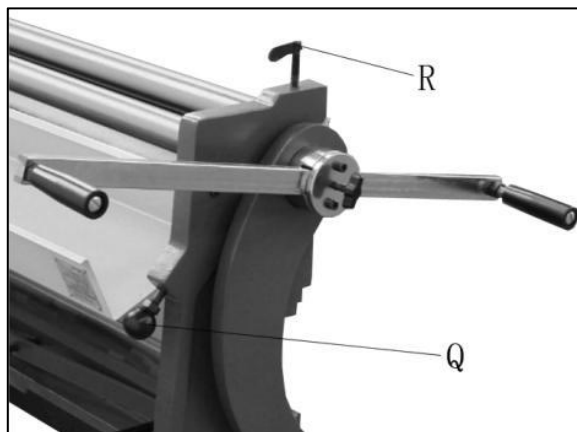

Figura 11
23. Arretrare completamente il rullo inattivo ruotando viti del rullo folle (Q, Figura 11) in senso antiorario.
24. Allentare il bullone (R, Figura 11) per aumentare spazio tra la pressa superiore e quella inferiore rotoli.
25. Inserire il materiale tra la parte superiore e rulli inferiori e serrare il bullone (R, Figura 11) per abbassare il rullo superiore, finché il materiale non si adatta comodamente. Il rullo superiore deve avere pressione sufficiente sul pezzo da lavorare per l'alimentazione correttamente.
26. Ruotare entrambe le viti del rullo folle (Q, Figura 11) per regolare la prossimità del rullo folle ai due rulli principali. Sollevare entrambe le estremità in modo uguale quantità.